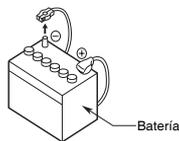

Figura 1
- Asegúrese de desconectar la terminal de la batería antes de comenzar. Esto es para prevenir cortos circuitos durante la instalación. (Figura 1)